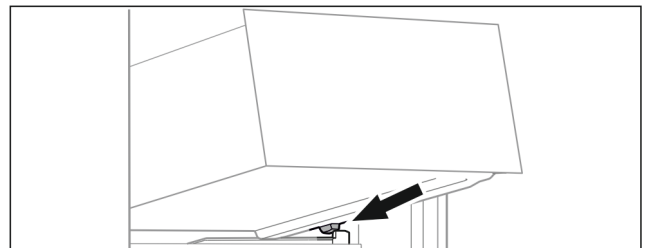

Fig. 70
- ▶ Așezați sertarul oblic în spatele opritoarelor pe nervura recipientului. (vezi Fig. 70)